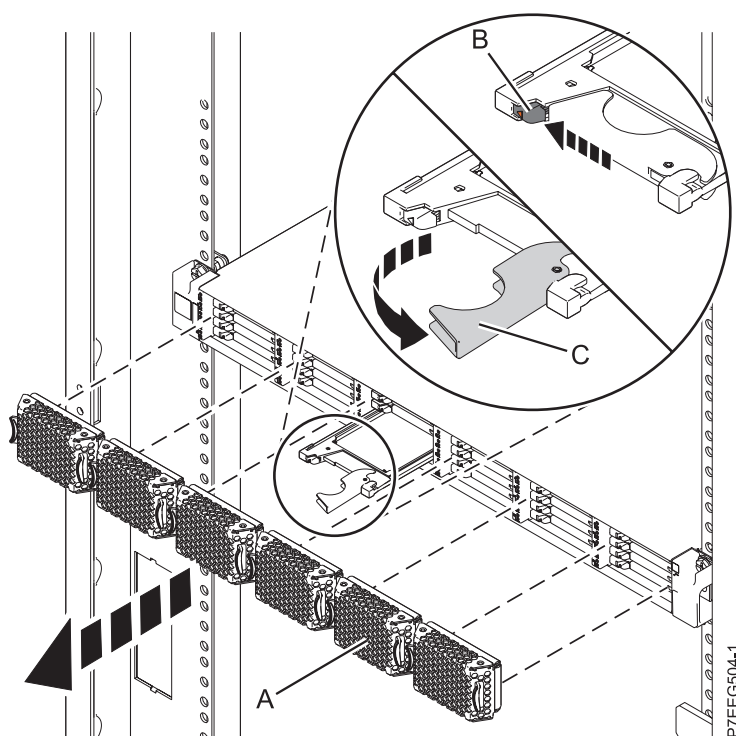

Figura 29. Extracció de la unitat d'estat sòlid des de Allotjament d'emmagatzematge PCIe 5888
1. Aixegueu la tapa bisellada (A) que cobreix la ranura que conté la unitat d'estat sòlid.
2. Desplaceu el pestell d'alliberament (B) amb molt de compte i desbloqueu la nansa de la unitat, consulteu Figura 29.